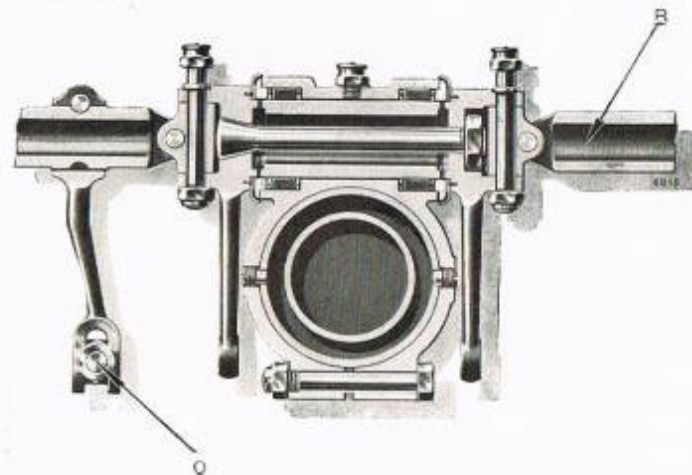

Fig. 35. — Renvoi de la commande du frein arrière.
b) **Servo-frein 2^e type.** — Enlevez les trois vis maintenant le couvercle X (fig. 35), sortez le couvercle lui-même, le ressort de l'arrêt et l'arrêt proprement dit et vissez ensuite l'écrou à créneaux Y pour obtenir le réglage désiré.